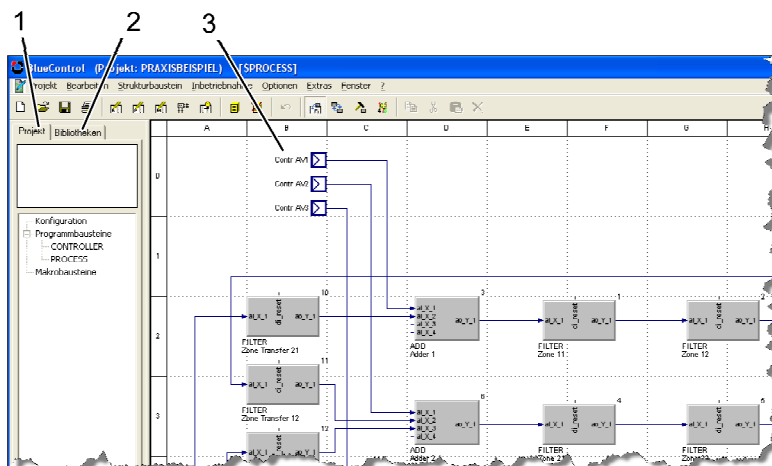

Abb. 113: Beispiel: Editier-Modus
- Editier-Modus:** Der Editier-Modus ist der Standardmodus von *BlueDesign*. Hier erfolgen die wesentlichen Bearbeitungsschritte eines Projektes. Im Editier-Modus bearbeiten und verbinden Sie Bausteine, löschen Bausteine, verändern deren Reihenfolge oder arbeiten mit Makrobausteinen. Die Bausteine und ihre Verbindungen werden auf der Arbeitsfläche (Abb. 113/3) bearbeitet. Auf der Registerkarte "Projekt" (Abb. 113/1) wird eine Baumstruktur der Projektelemente angezeigt. Die Registerkarte "Bibliotheken" (Abb. 113/2) enthält eine hierarchisch geordnete Liste der im Projekt verwendbaren Bausteine.